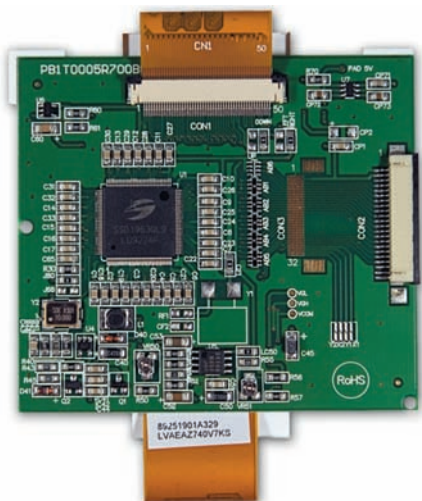

Рис. 2. TFT-индикатор RFC57A1 – «все включено»
для из финансовых соображений, наиболее оптимальным решением является покупка TFT с графическим контроллером на борту (TFT+Frame+ControlBoard), например, RFC57A1 (5,7", 320 × 240, управляющий контроллер на борту, touch-pad) и RFC35B1 (3,5", 320 × 240, управляющий контроллер на борту, touch-pad) (рис. 2).
**Практика.** Все управляющие сигналы и линии питания подключаются через гибкий 20-контактный шлейф (CON2 на рис. 2). Touch-pad – гибкий четырёхконтактный шлейф (шлейф является частью TFT-индикатора).